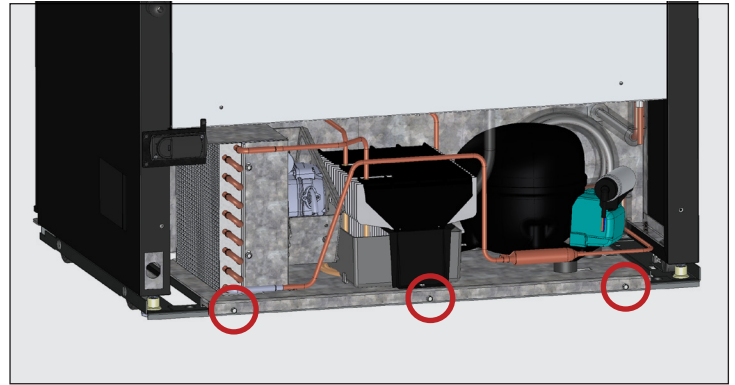

Fig. 4. Ejemplo de la ubicación de los tornillos de la base del condensador. Varía según el modelo.
5. Retire los pernos de la base del condensador. Véase la fig. 4.